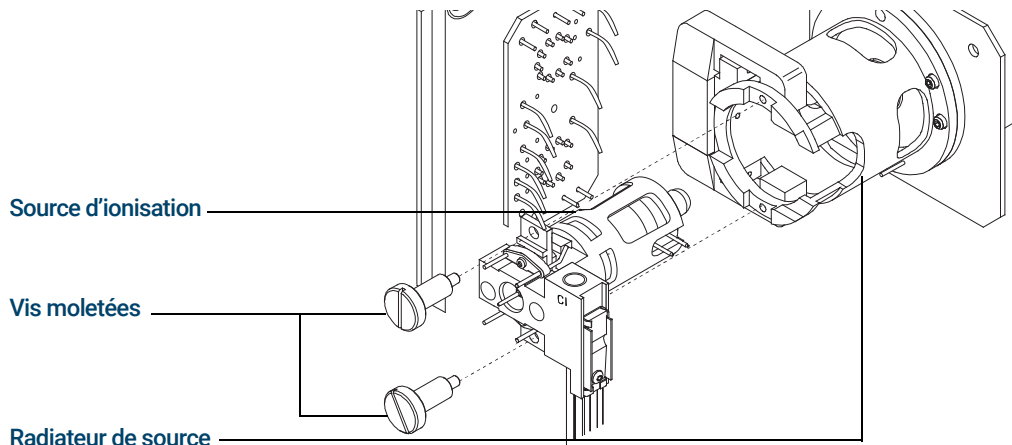

Figure 71. Installation de la source CI
- 4 Installer les vis moletées. (Voir **Figure 71**.)